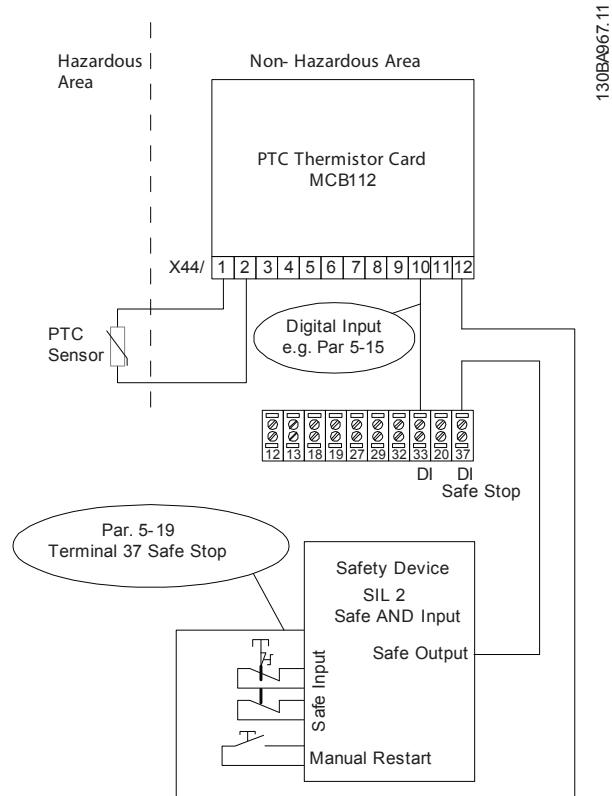

Bild 3.3 Kombination av en Säkert vridmoment av-tillämpning och en MCB 112-tillämpning
- Kortslutningsskydda anslutningen från utgången på säkerhetsenheten med den säkra AND-logiken till Säkert vridmoment av-plinten 37, se Bild 3.3.
Bild 3.3 visar en återstartsingång för den externa säkerhetsenheten. Det betyder att i denna installation kan 5-19 Plint 37 Säkerhetsstopp vara inställd på [7] PTC 1 och relä W eller [8] PTC 1 och relä A/W. Mer information finns i handboken för MCB 112.